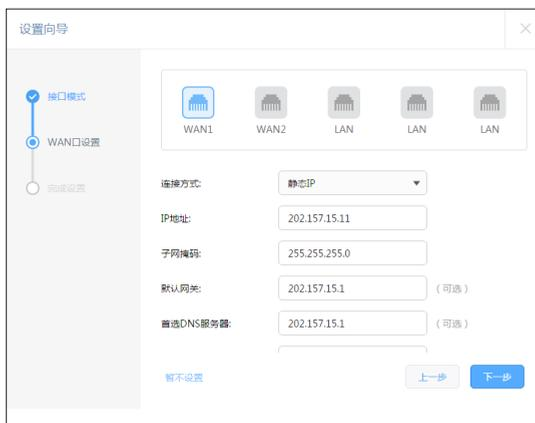

图4-6 上网方式--静态IP
3)如果上网方式为静态IP,即拥有网络服务商提供的固定IP地址,则需要填写IP地址、子网掩码、网关和DNS服务器等内容,如图4-6所示。